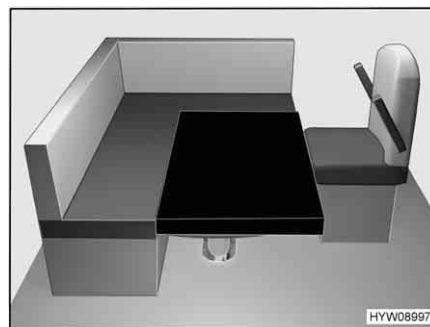

Fig. 77 Dopo la trasformazione
- Posizionare il cuscino aggiuntivo sul tavolo come mostrato in Fig. 77. Gli angoli arrotondati sono indicati in avanti a destra.